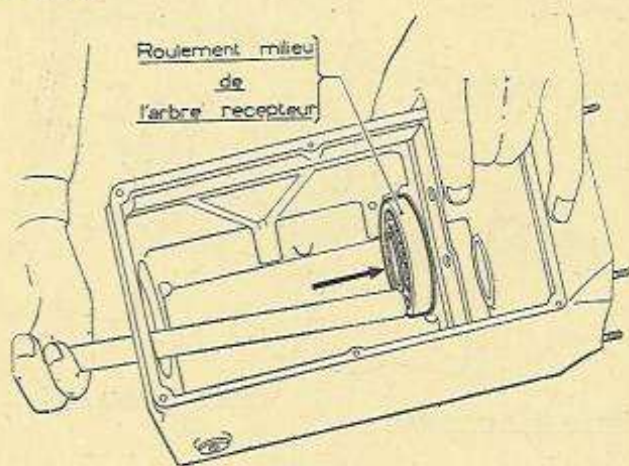

Figure 33.
- Introduire dans son logement le roulement C 40 du milieu de l'arbre récepteur (fig. 33).